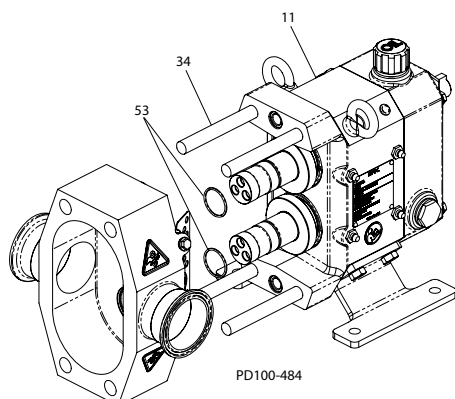

Abb. 33 - Pumpenkörper entfernen
1. Mit einem Gummihammer den Körper nach vorne klopfen, bis die Passstifte sich vom Getriebegehäuse lösen (Abb. 33, Einzelheit 11).